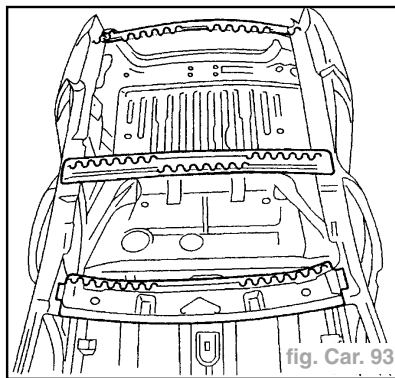

fig. Car. 93
- Appliquer un cordon de calage référence "A2" sur les éléments suivants (fig. Car. 93) :